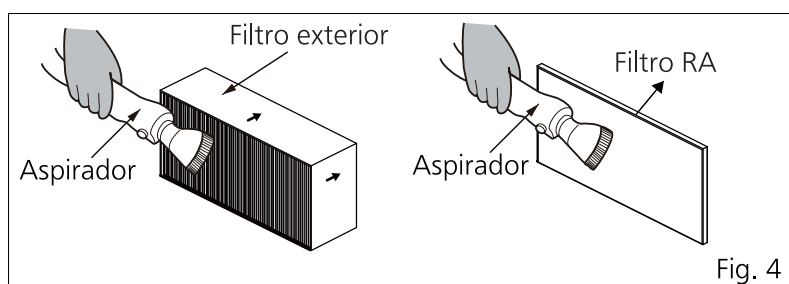

Fig. 4
Deze stap kan worden overgeslagen bij het vervangen van de filters. (Afbeelding 4)
- ④ Use um aspirador para remover o pó e sujidade dos filtros exteriores ou filtros RA. Este passo pode ser omitido durante a substituição. (Fig. 4)